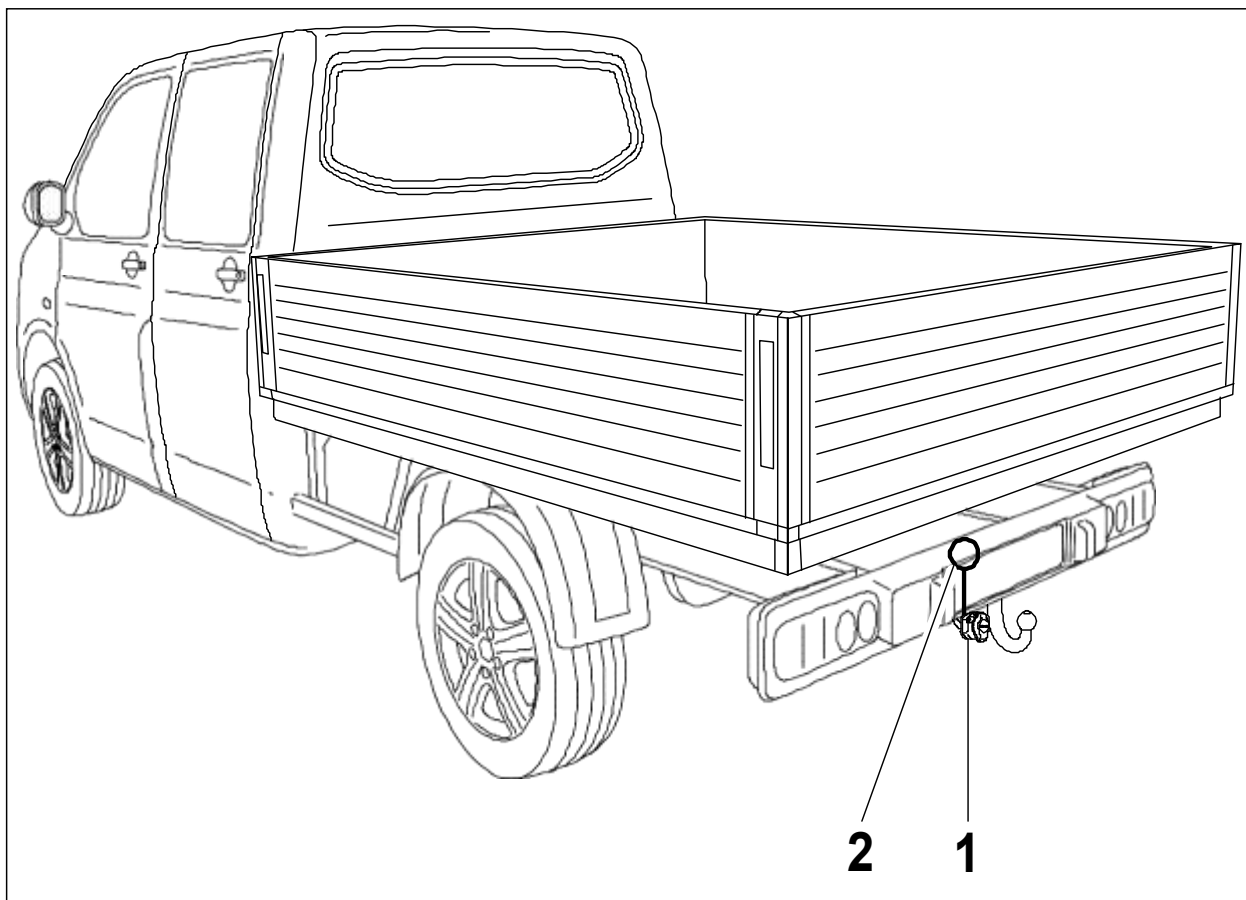

Bild 1: Monteringsöversikt
2. Dra av stickkontakten från fordonets 2- och 14-poliga stickförbindning (den behövs inte längre), sätt på den 2- och 14-poliga stickkontakten (bild 1/2) till kontaktdosans ledningssats och fixera den.
3. För in mikrobrytarens hus och kontaktinsatsen genom hållaren för kontaktdosan (bild 1/1).
6. Skruva fast kontaktdosan med de bifogade skruvarna på tvärröret resp. hållaren för kontaktdosan (bild 1/1), Åtdragningsmoment: max. 2,0 Nm.